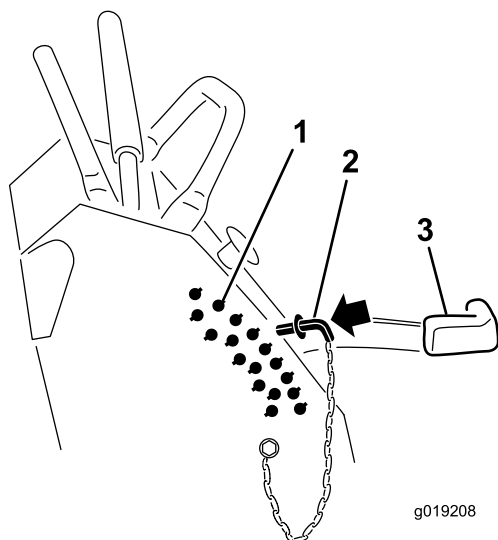

Figura 28
2. Seleccione el taladro del soporte de altura de corte que corresponde a la altura de corte deseada, e inserte el pasador (Figura 28).
3. Baje la palanca de altura de corte hasta el pasador (Figura 28).